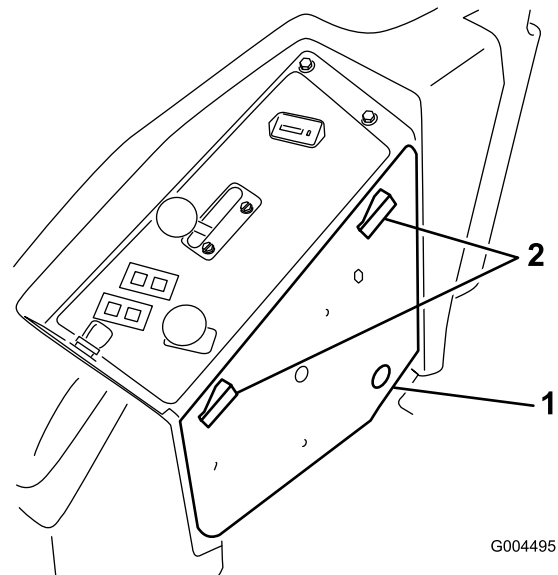

Figura 1
1. Sbloccate il pannello laterale del quadro di comando (Figura 1) e mettetelo da parte.